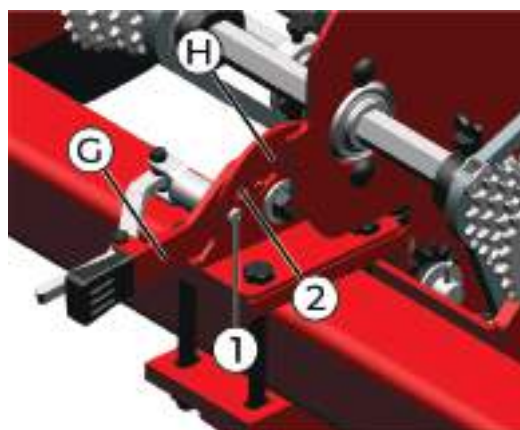

fig. 47
Para realizar arremates individuais (*fig. 47*) na semeadora, acione a alavanca (G) e reposicione na furação do suporte (H), sendo ligada (1) e desligada (2).